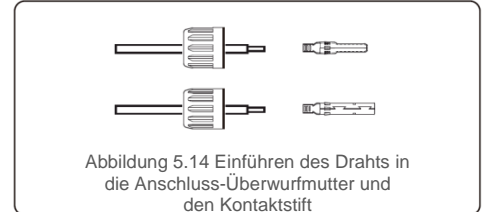

Abbildung 5.14 Einführen des Drahts in die Anschluss-Überwurfmutter und den Kontaktstift
2. Führen Sie den Draht in die Anschluss-Überwurfmutter und den Kontaktstift ein (siehe Abbildung 5.14)